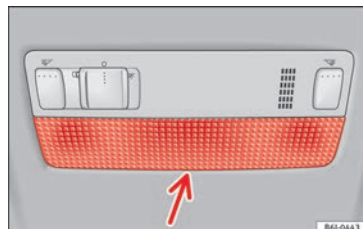

Fig. 120 Lampe de lecture avant.
- Introduisez la partie plate d'un tournevis fin entre la carcasse et le verre » fig. 120.